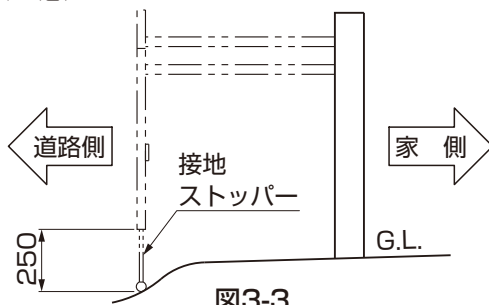

図3-3
- 水切勾配がある所に施工するときは、支柱埋込位置と扉取付位置との均配差をできるだけ少なくしてください。接地ストッパーは最大250mmまで調整できます。（図3-3参照）